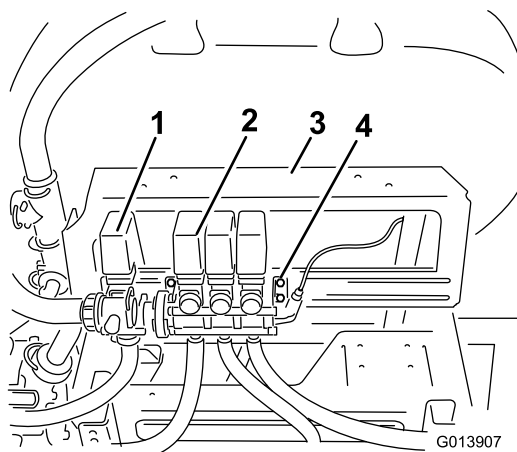

Figura 3
1. Desaperte, mas não retire, os parafusos que prendem o conjunto da válvula da rampa ao suporte de montagem (Figura 3).